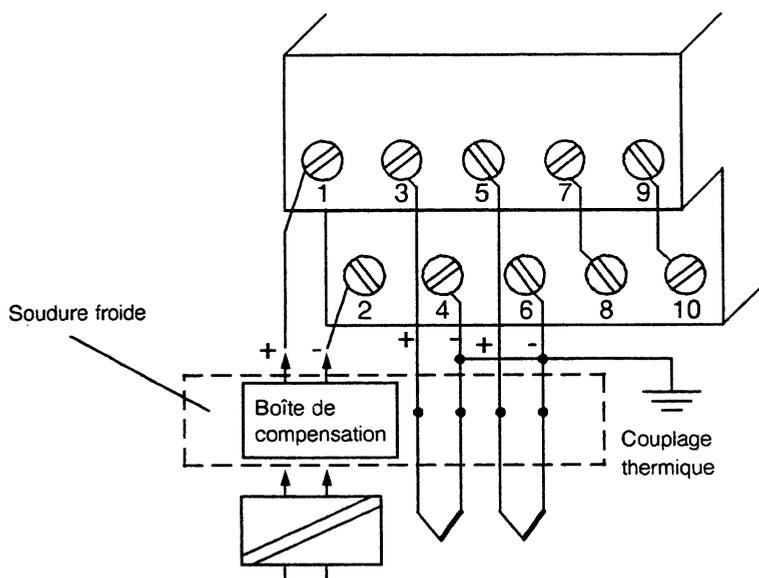

Fig. 11.1 Mesures de tension avec thermocouples isolés (6ES5 464-8MA11/8MA21)
Le module **464-8MA11/8MA21** est adapté à la mesure de tension avec thermocouples. Dans le cas de **capteurs avec séparation galvanique**, tels que les thermocouples isolés, la différence de potentiel admissible  $U_{CM}$  entre la borne négative des entrées et le potentiel du rail normalisé ne doit pas être dépassée. Pour éviter cela, le pôle négatif du capteur doit être relié au point central de mise à la terre (figure 11.1).
**Compensation de température :** Pour les thermocouples de type J, K et L, il est possible de considérer la température de la soudure froide avec une boîte de compensation (cf. figure 11.1). Une autre méthode consiste à "déplacer" la soudure froide sur la face avant du module en activant la fonction "Compensation de température". Un circuit interne du module fait en sorte que, dans le cas du raccordement direct de thermocouples, on obtienne toujours la valeur numérique 0 pour une température de 0 °C au point de mesure. Pour ce faire, les bornes du capteur doivent obligatoirement être raccordées directement au module (sans câble de prolongation en cuivre).